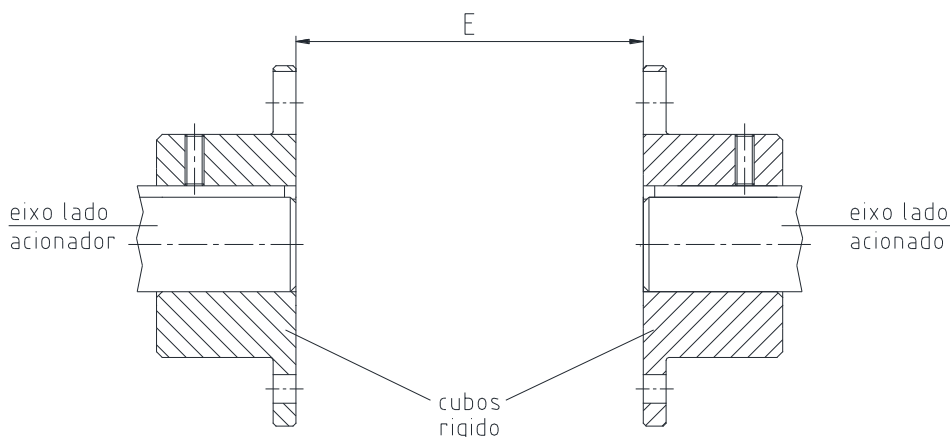

Figura 17: Montagem dos cubos rígido
- A face do eixo não deve ultrapassar a face interna do cubo (ver figura 17).